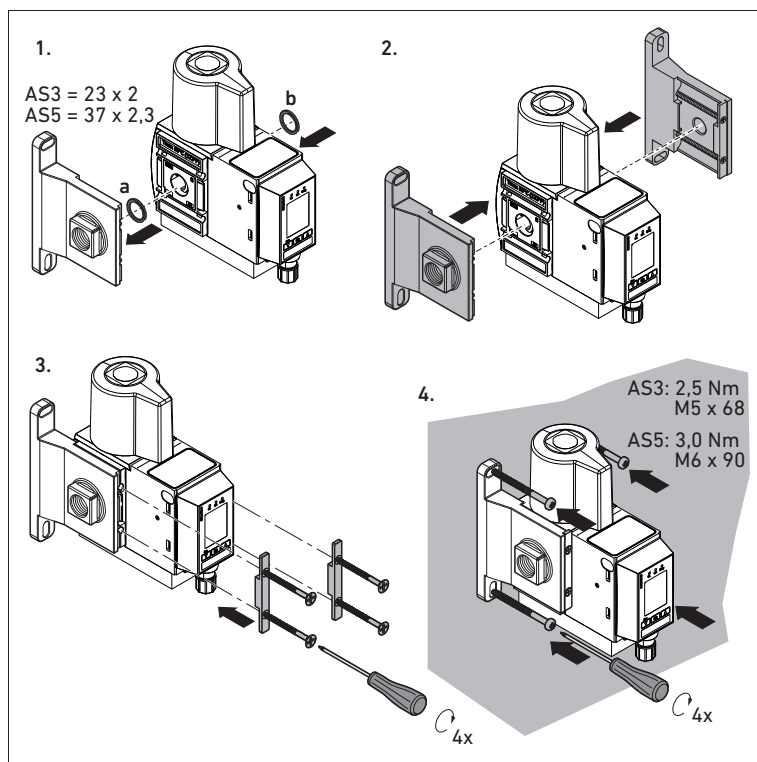

Fig. 2: Fixation de l'EV1X en tant que distributeur individuel
Sur la figure 2, le montage des éléments de fixation est illustré à l'exemple d'un distributeur individuel.
Pour fixer un distributeur individuel, procéder comme indiqué sur la figure 2 :
**i** L'unité montée en batterie doit être montée des deux côtés sur la surface de montage avec à chaque fois un élément de fixation (voir fig. 2).